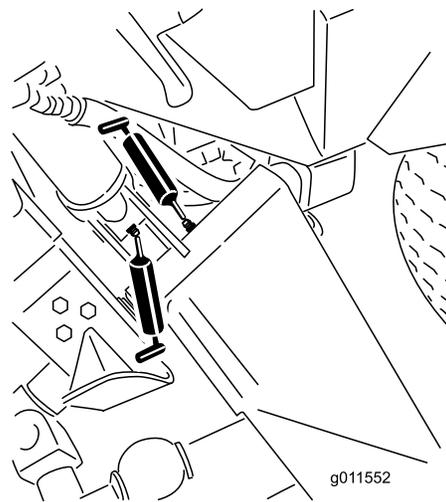
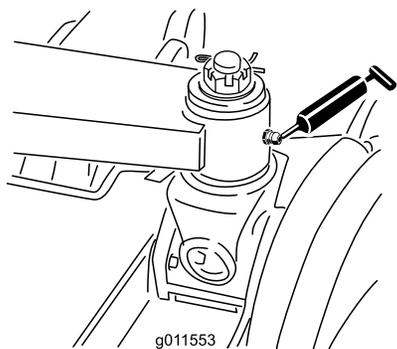

Рисунок 72
Рисунок 73
- Втулки главных подъемных рычагов (6 шт.) (Рисунок 72и Рисунок 73)